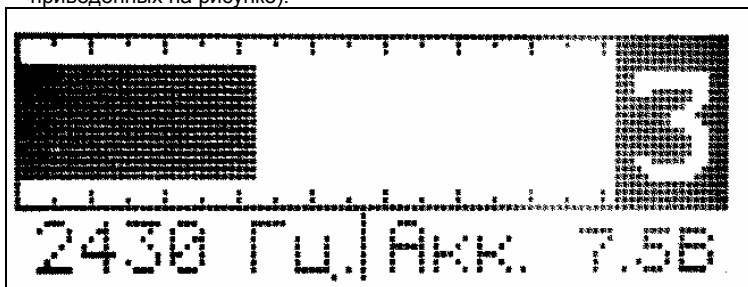

Рисунок 5-1. Внешний вид индикатора в режиме "ТРАССА"
3. Включите генератор ИЗИ и установите частоту 2,43 кГц. Включите приемник. После прохождения заставки, кнопкой «РЕЖИМ» переведите прибор в режим трассоискателя (см. рисунок 5-1). Нажмите кнопку «ЧАСТОТА». Значение частоты из нижней левой части экрана ЖКИ перейдет в рамку и отобразится на экране крупными символами. Кнопкой «ЧАСТОТА» установите на экране частоту 2430 Гц. Кнопкой «РЕЖИМ» закончите процедуру установки частоты,